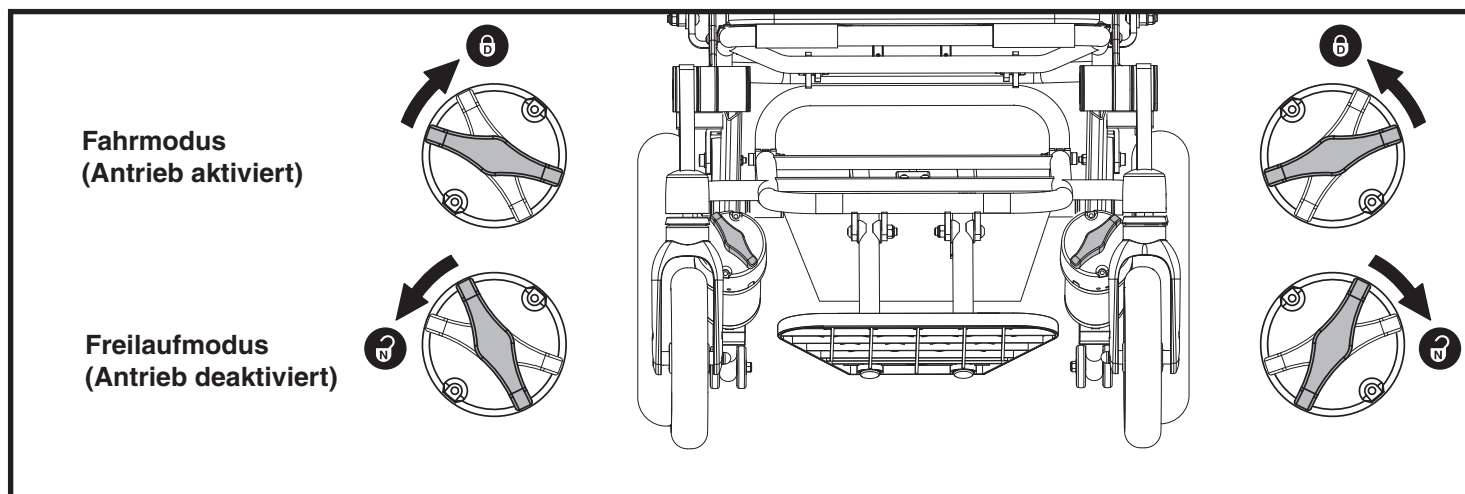

Abb. 3. Manuelle Freilaufhebel
1. Suchen Sie die Hebel an der hinteren Seite des Fahrgestells. **Siehe Abb. 3.**
2. Drehen Sie die Freilaufhebel nach außen, um die Antriebsmotoren auszukuppeln (Freilaufmodus). **Siehe Abb. 3.**
3. Drehen Sie die Freilaufhebel nach innen, um die Antriebsmotoren einzukuppeln (Fahrmodus). **Siehe Abb. 3.**